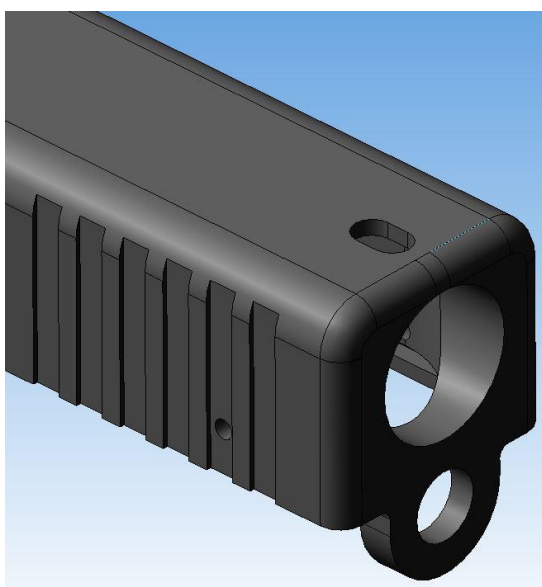

Рисунок 4
3. Просверлить по разметке два отверстия в затворе диаметром $1,9^{+0,1}$ мм, см. рисунок 4.